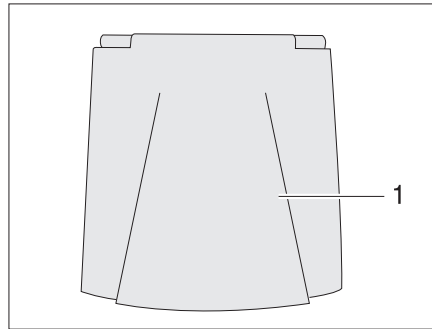

Bild 33 Außenklappe 230-V-Anschluss
**Öffnen:** ■ Außenklappe (Bild 33,1) nach oben schwenken.
**Schließen:** ■ Außenklappe (Bild 33,1) nach unten schwenken und zudrücken.